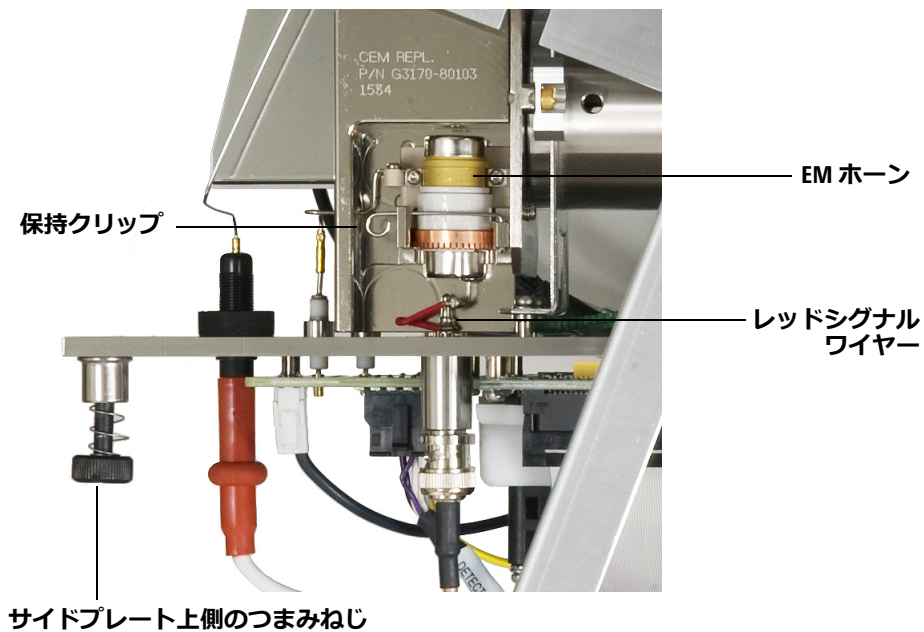

図 39 EM ホーンの交換
- 3 保持クリップを開きます (図 39)。クリップのアームを持ち上げ、EM ホーンからクリップを取り外します。